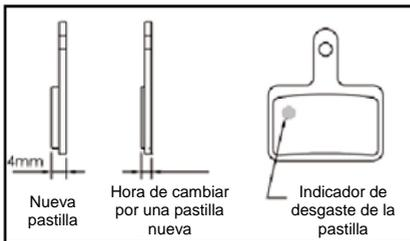

Figura H-1 Identificar las pastillas de freno desgastadas
⚠ PRECAUCIÓN: Las pastillas se deben reemplazar cuando el grosor total sea inferior a 2,5 mm (material de fricción y plato metálico) o aparezca el indicador de desgaste de las pastillas. **(Figura H-1)**
- Compruebe el grosor de las pastillas de freno. El grosor total es superior a los valores de recomendación **(figura H-1)**.